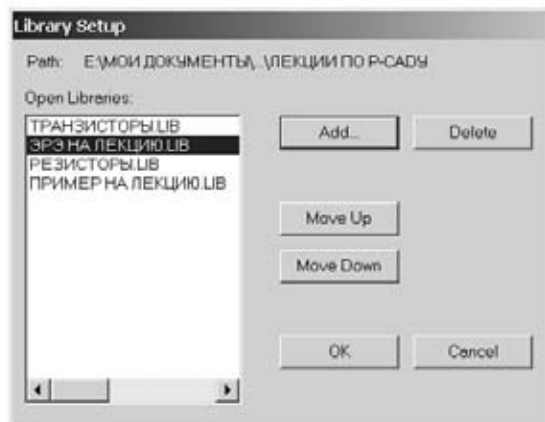

Рис. 5.2.3
3. Настроить вид основной надписи. Для этого вновь в меню Options щелкнуть ЛК по строке **Configure**. В появившемся окне **Options Configure** нажать на панель **Edit Title Sheets**. Откроется окно настроек основной надписи. В области **Title Block** нажать кнопку **Select**. Появится стандартное диалоговое окно Windows для загрузки файла с основной надписью. Открыть папку **Titles**. Загрузить файл с названием **A3rus.ttl**, нажать кнопку **Modify** (рис. 5.2.3), а затем **Close**. Нажать кнопку **OK**.